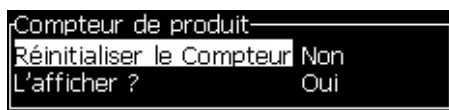

Figure 4-16: Boîte de dialogue Compteur de produits
- 3 Appuyez sur la touche *Entrée* pour ouvrir la boîte de dialogue compteur de produits (Figure 4-16).